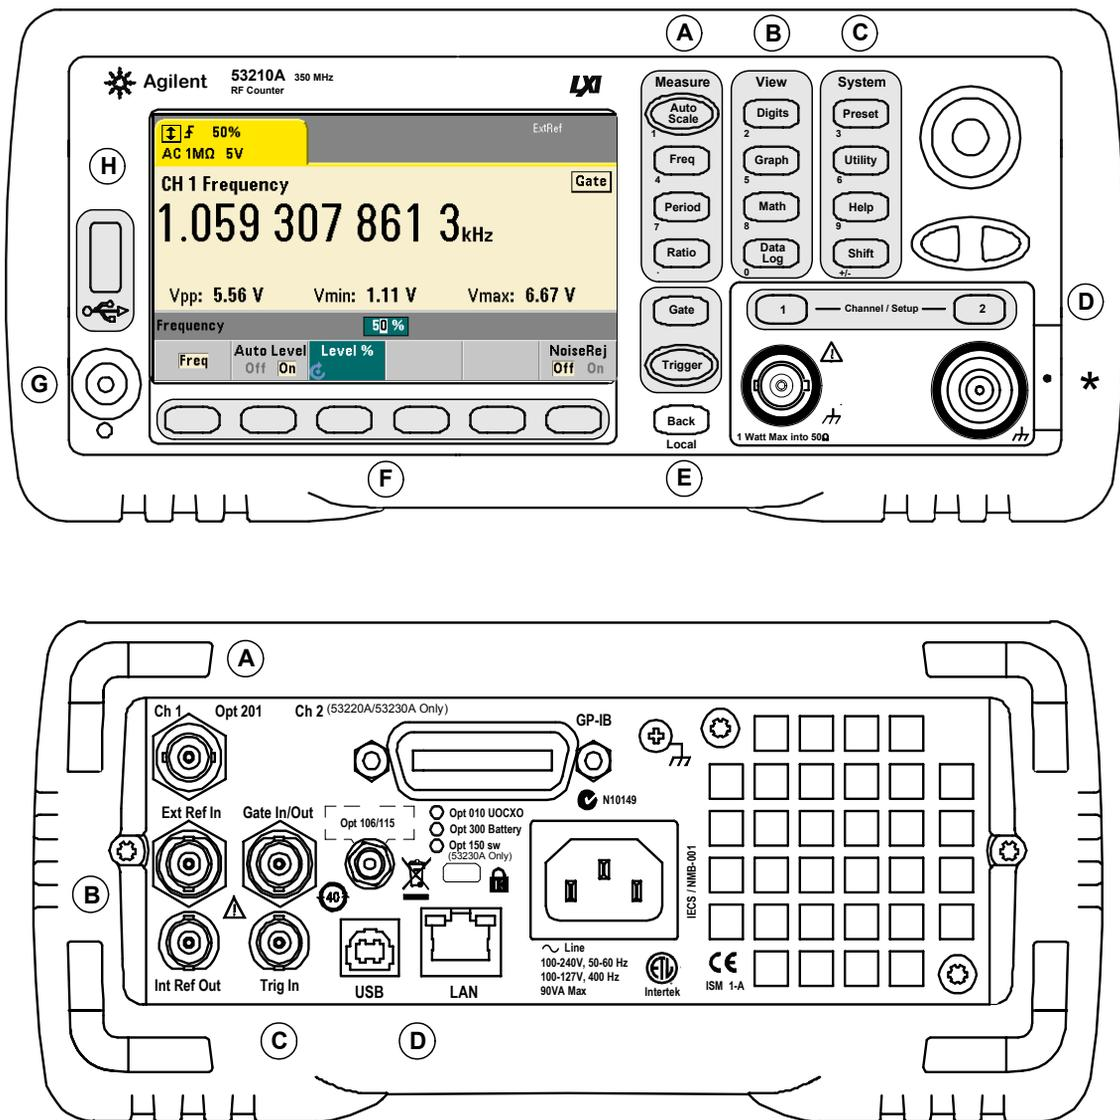

Figure 1-1. Compteur/fréquence-mètre universel 53210A.
La Figure 1-1 illustre les panneaux avant et arrière du compteur RF Agilent 53210A 350 MHz.
D. Touches Channel : permettent de sélectionner la voie d'entrée et d'afficher le menu des touches de fonction afin de configurer le parcours des signaux d'entrée. Notez que la Figure 1-1 illustre l'option 106 / 115 de la voie 3. La configuration du parcours des signaux est décrite au **Chapitre 4**.
Le panneau arrière du 53210A illustré par la Figure 1-1 comprend l'option 201 (entrée parallèle du panneau arrière) et l'option 400 de l'interface GPIB. Vous trouverez, ci-dessous, une brève description des bornes du panneau arrière.